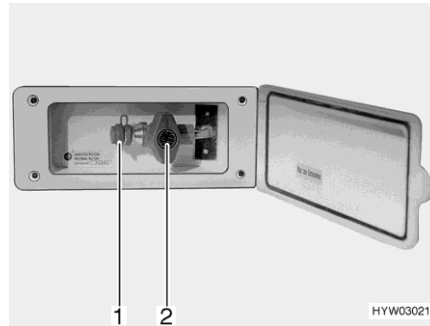

Bild 101 Extern gasanslutning
- Anslut den externa gasapparaten till anslutningar (Bild 101,1).
- Öppna gasavstängningsventilen (Bild 101,2).